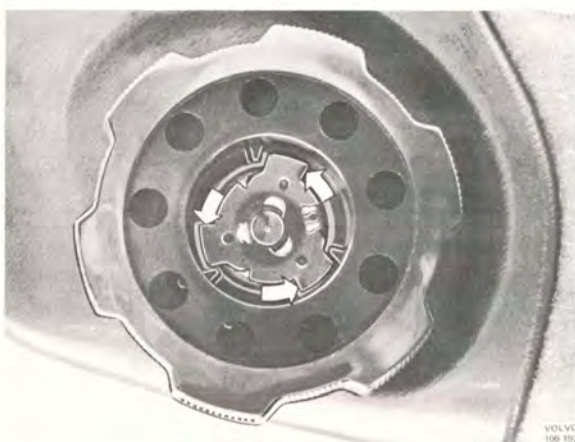

Bild 8-40. Demontering av justerratt
5. Lossa justerratten genom att vrida låsbrickan moturs, bild 8-40. Ta bort justerratten.